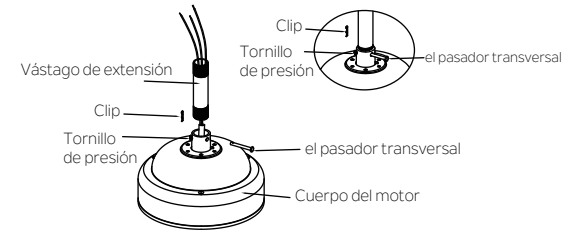

Fig. 7
Paso 3. Afloje los dos tornillos de presión y retire el pasador transversal y enganche el acoplamiento superior del cuerpo del motor. Con cuidado, conecte los cables del ventilador y el cable de seguridad a través del vástago de extensión. Enrosque el vástago de extensión en el acoplamiento del motor hasta que los orificios del pasador transversal se encuentren alineados. Luego, reemplace el pasador transversal y enganche, y ajuste ambos tornillos de presión. (Fig. 7)